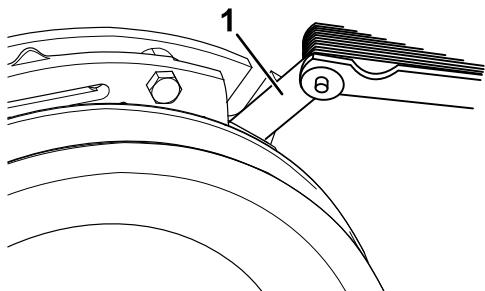
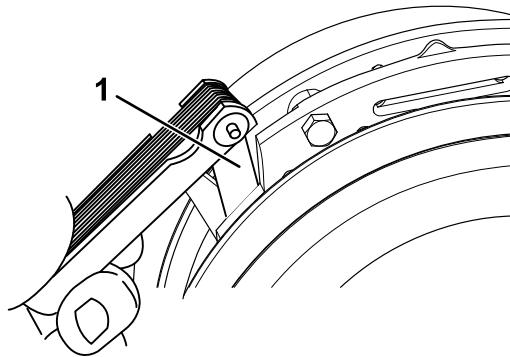

Figura 62
Figura 63
- E. Utilizando um apalpa-folgas com 0,25 mm de espessura, verifique se existe uma folga entre o disco e a armadura em ambos os lados do pólo do travão, como se mostra na Figura 62 e na Figura 63.